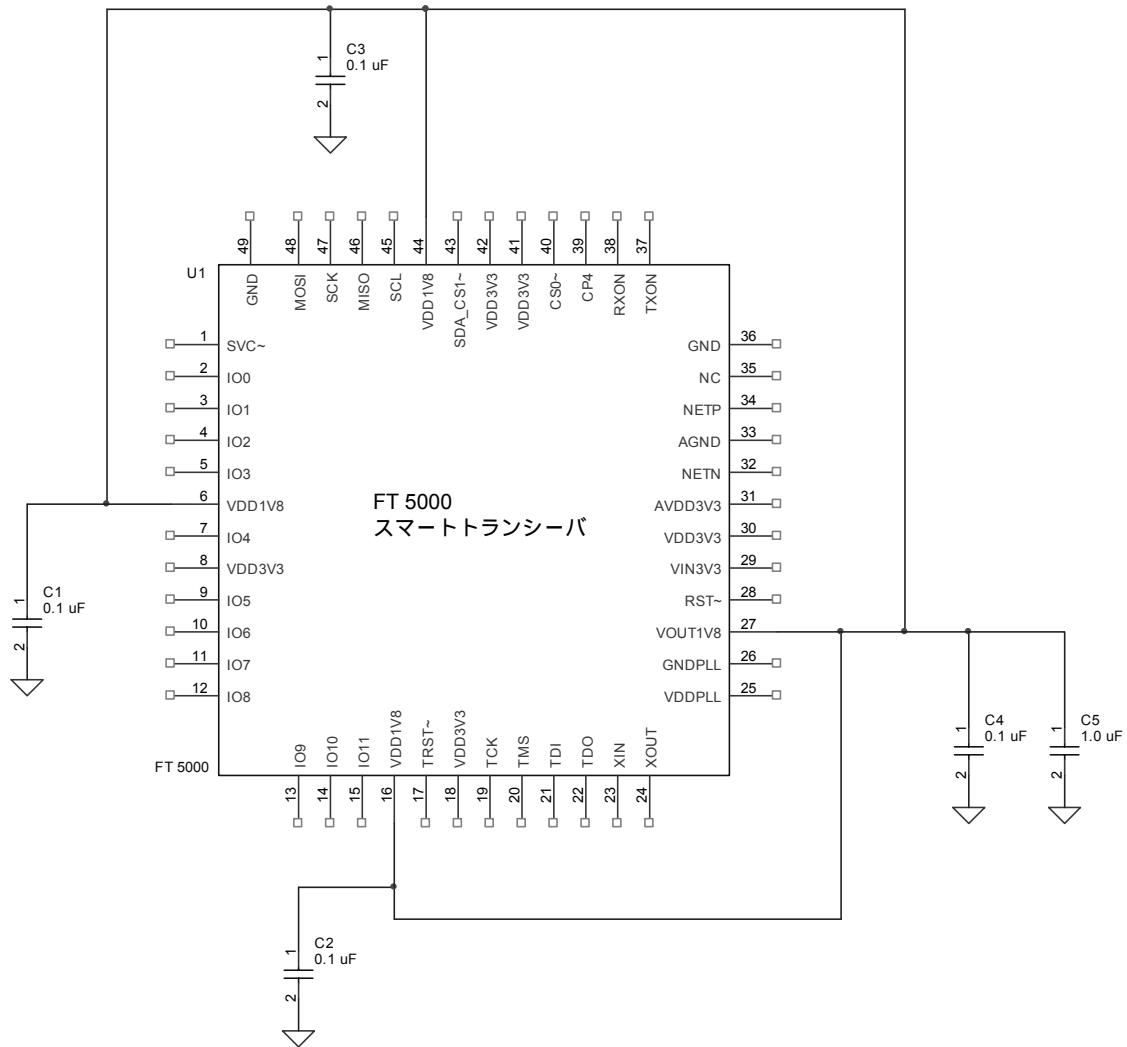

図 13 VDD18 ピンの接続
VOUT1V8 ピン (27) はオンチップ電圧レギュレータの出力です。図 13 (39 ページ) に示したように、VDD1V8 ピン (6、16、44) を VOUT1V8 ピン (27) に接続して、1.8 V 入力ピンを内部電圧レギュレータの出力に接続します。また、上記のデカップリングコンデンサ以外に、バルクデカップリングコンデンサ (図 13 の C5) を VOUT1V8 ピン (27) の近くに配置します。